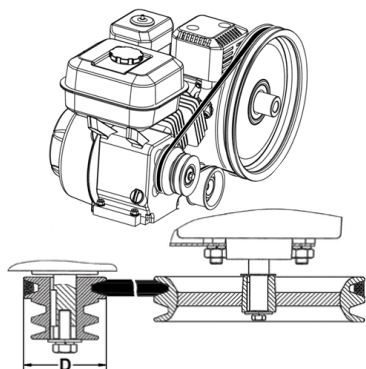
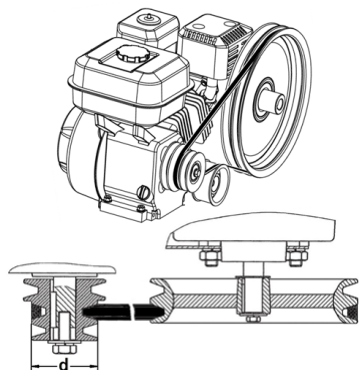

**Рис. 31 Установка ремня в ручей шкива
**Рис. 32 Установка ремня в ручей шкива
3. Установите ремень привода в ручьи шкива вала двигателя большего «D» или меньшего диаметра «d» и соответствующие им ручьи шкива вала коробки передач. На Рис. 31 показана установка ремня в ручей шкива большего диаметра «D». На Рис. 32 показана установка ремня в ручей шкива меньшего диаметра «d».